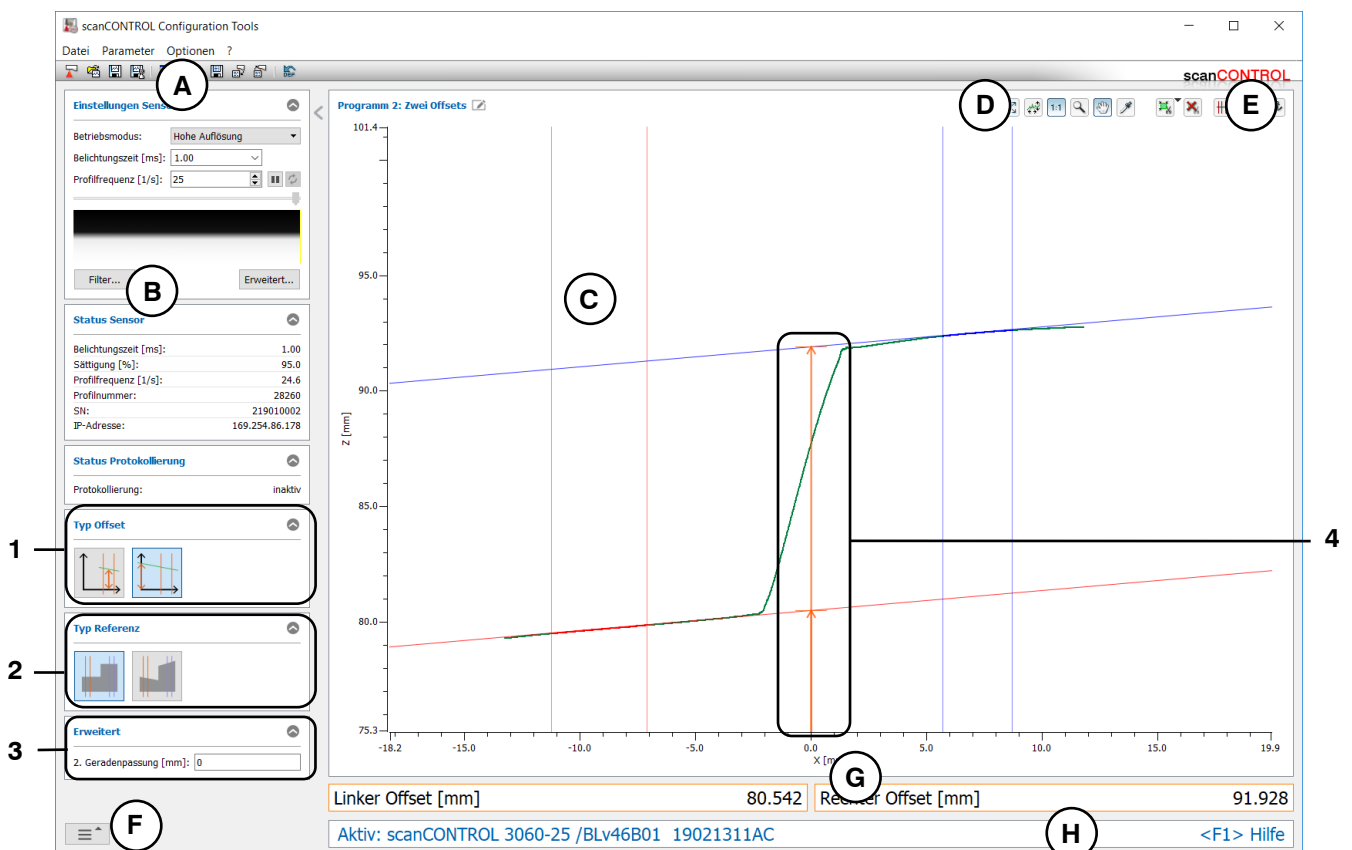

Abb. 4.15: Messprogramm „Zwei Offsets“
- Definieren Sie den Geradentyp (parallel  oder nicht parallel , siehe Abb. 4.15 und Kap. 3.13.1). Diese Auswahl steht nur zur Verfügung, wenn als Algorithmus „Z-Koordinate des Schnittpunkts mit der Z-Achse“ gewählt wurde.